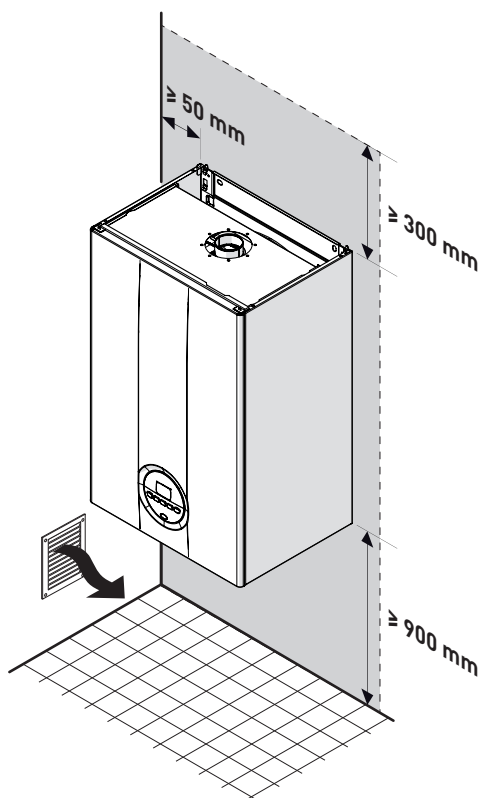

Fig. 10
- Ter em consideração os espaços necessários para aceder aos dispositivos de segurança/regulação e para efetuar as operações de manutenção (ver Fig. 10).